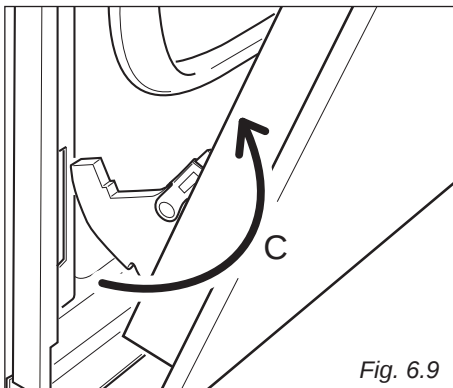

Fig. 6.9
- Træk ovnlågen af som vist på "C" (Fig. 6.9).